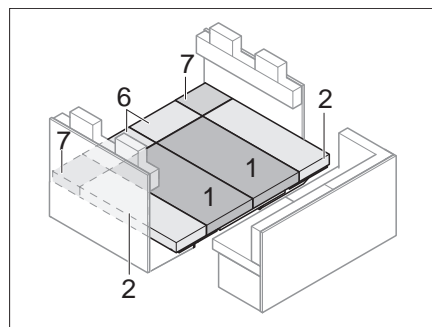

Bild 153 Nach dem Umbau
- Sitz-, Rücken- und Zusatzpolster wie in Bild 153 gezeigt auflegen.